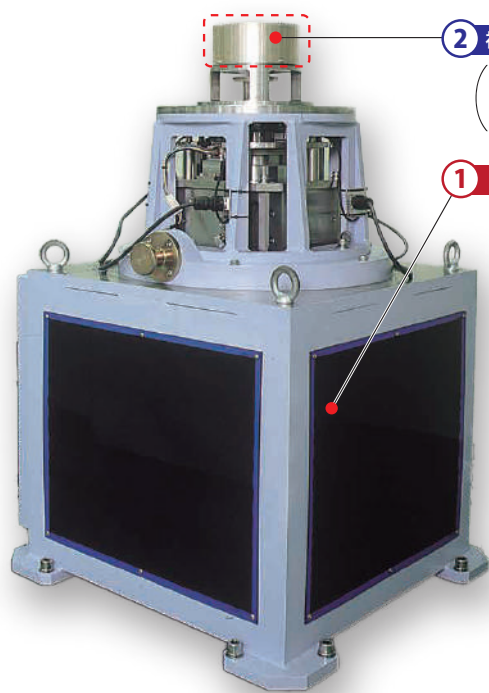

図2
① 位相差時間変換法
一定速度で回転する基準センサ（図2①）と被校正角度センサ（図2②）の出力パルス信号間に、測定用のクロックパルスが何個入るのかを数え、その時間を角度に換算して角度精度のばらつきを測定します。